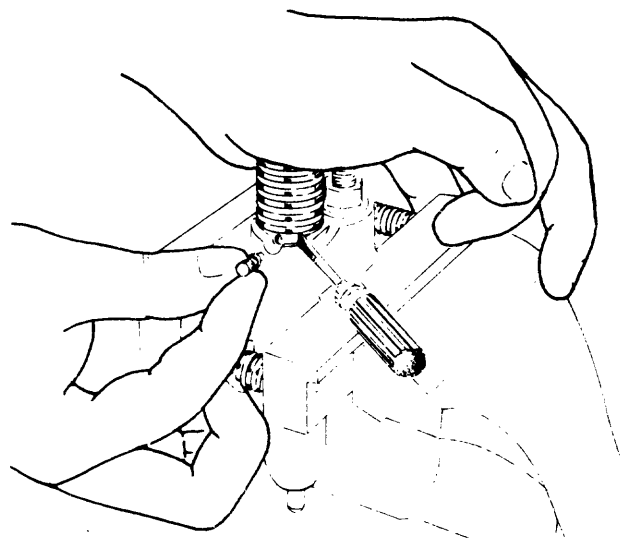

Fig. 1
- a Remueva el tope guía del impulsor (fig. 1).